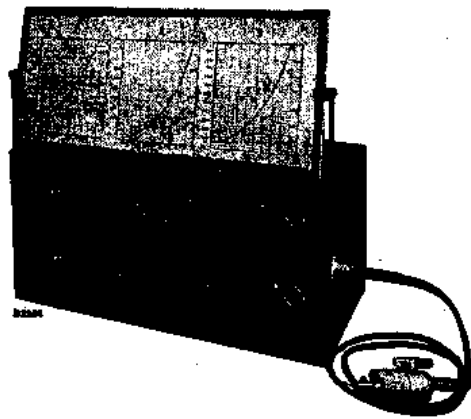

Fig. 1
1. un oscillateur de service G.M. 2880 (fig. 1).